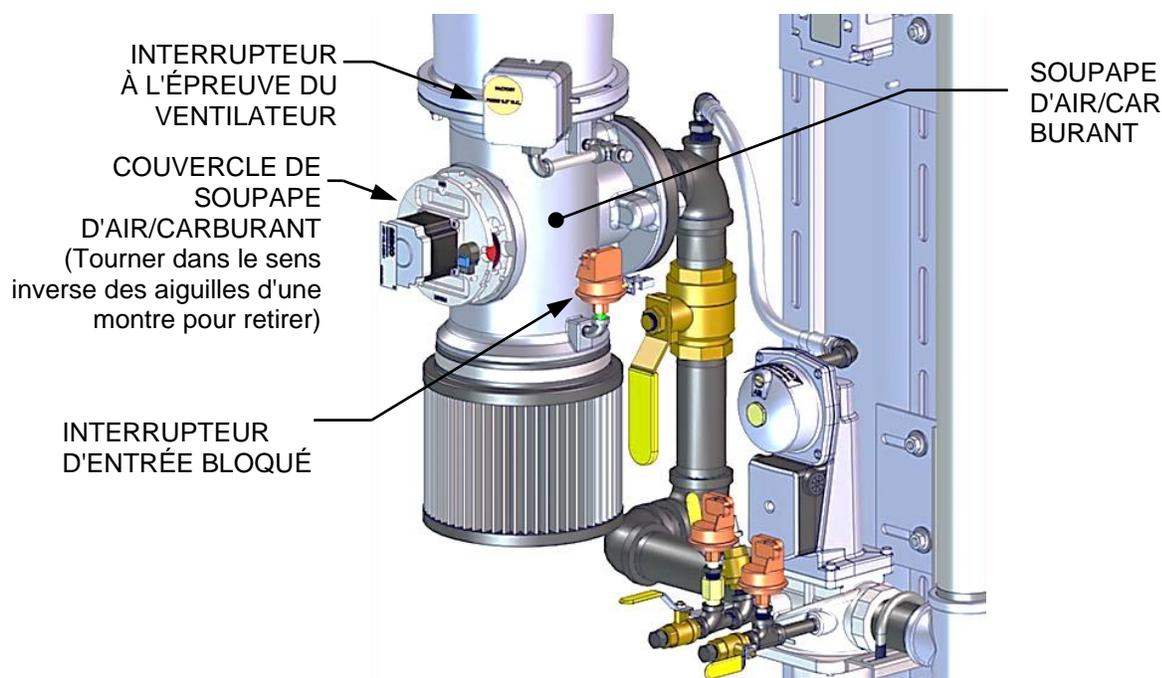

**Figure 5-9 : Emplacement du couvercle de l'actionneur SSOV**
Le SSOV, illustré à la figure 5-9, contient l' interrupteur **de preuve de fermeture**. Le circuit de l'interrupteur **de preuve de fermeture** est vérifié comme suit :
4. Retirez le couvercle du SSOV en desserrant la vis illustrée à la figure 5-9. Soulevez le couvercle pour accéder aux connexions de câblage des bornes.